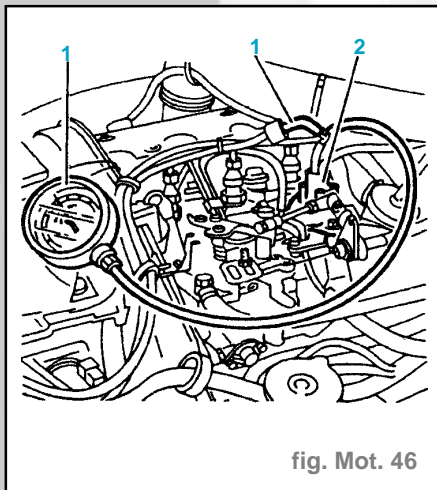

fig. Mot. 46
- Brancher le manomètre [1] entre le tuyau (1) et le convertisseur de dépression (2) (fig. Mot. 46).